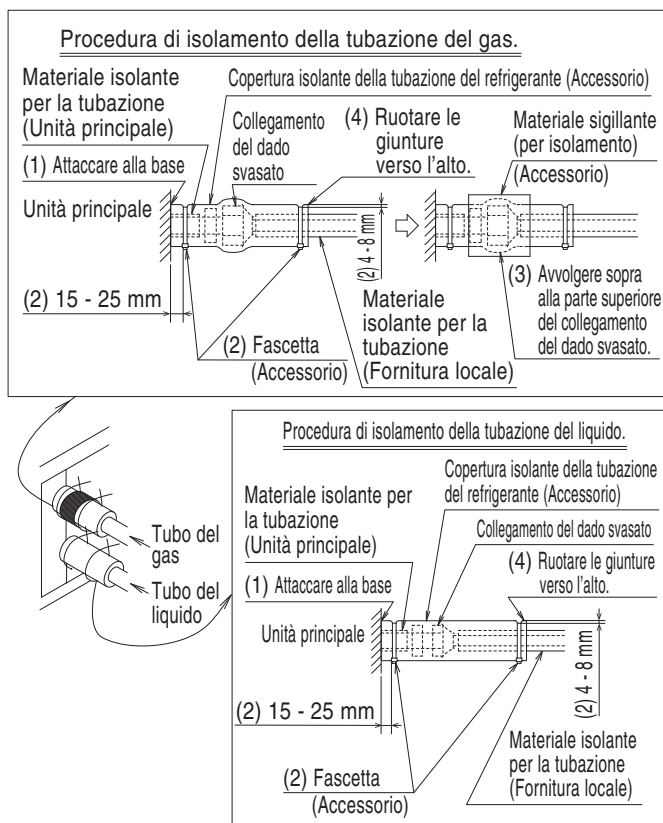

Fig. 13
- **Dopo aver eseguito i test di tenuta d'aria dell'azoto e le ispezioni per perdite del refrigerante ai collegamenti delle tubazioni, assicurarsi di isolarli.** Il mancato isolamento potrebbe provocare condensa e gocciolamento d'acqua. (Fare riferimento alla Fig. 13)